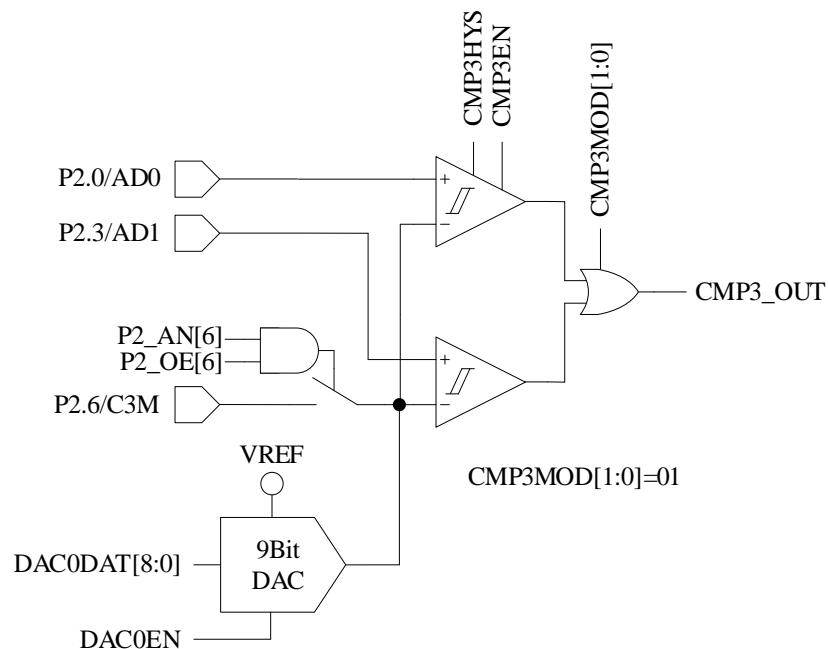

图 28-3 双比较器输入模式
- 配置 CMP_CR1[CMP3MOD] = 01, CMP3 为双比较器输入模式, 具体输入输出端口及接法如图 28-3 所示